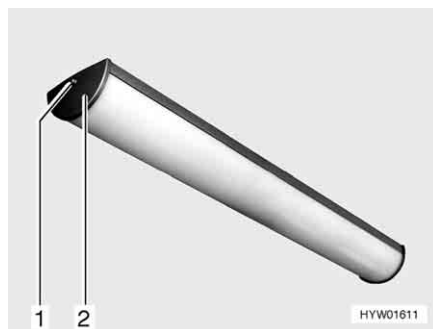

Fig. 210 Lampada del letto anteriore
- Svitare la vite (Fig. 210,1) e smontare la copertura (Fig. 210,2).